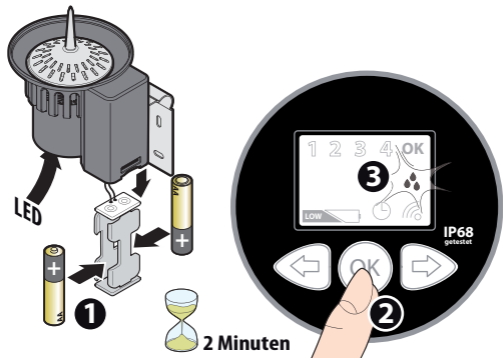

Abb. 5
2. Legen Sie die Batterien in den Funk-Regensensor Rain Sensor RF (Abb. 5 - **1**) ein oder nehmen Sie die ggf. vorhandenen Batterien kurz heraus und legen Sie diese dann wieder ein.